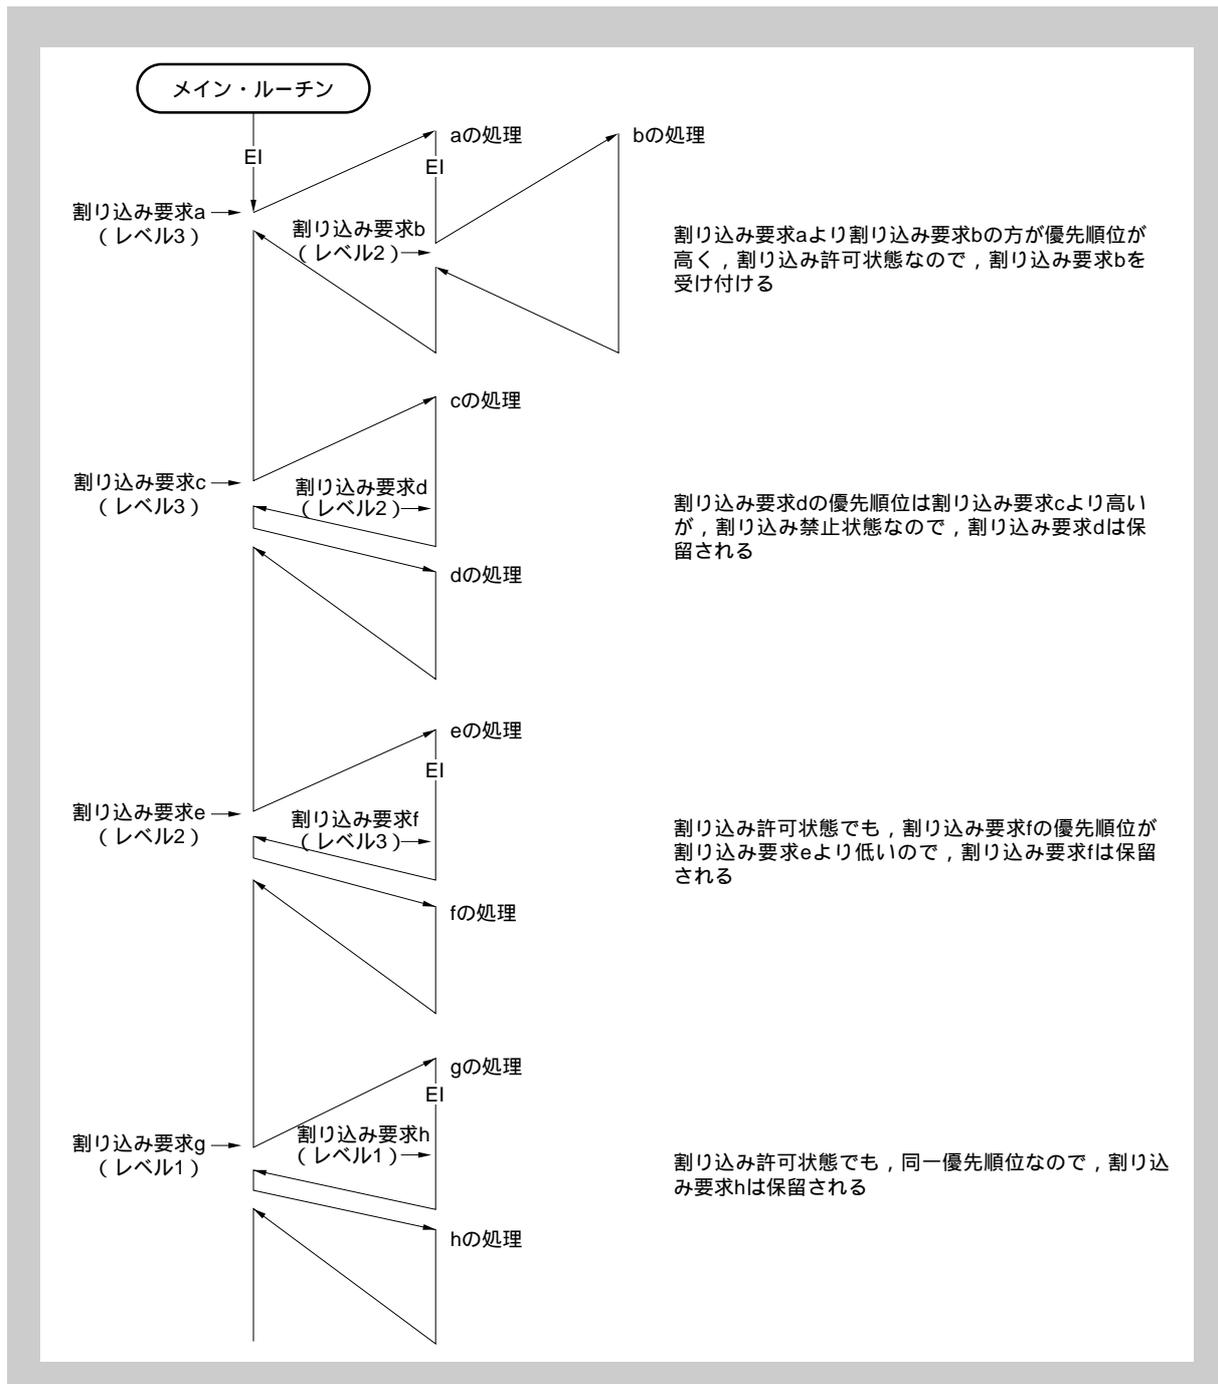

図 4-4 割り込み処理中にほかの割り込み要求信号が発生した場合の処理例 (1)
割り込み処理中に、さらに別の割り込みを受け付ける多重割り込みの処理例を図 4-4 「割り込み処理中にほかの割り込み要求信号が発生した場合の処理例 (1)」に示します。